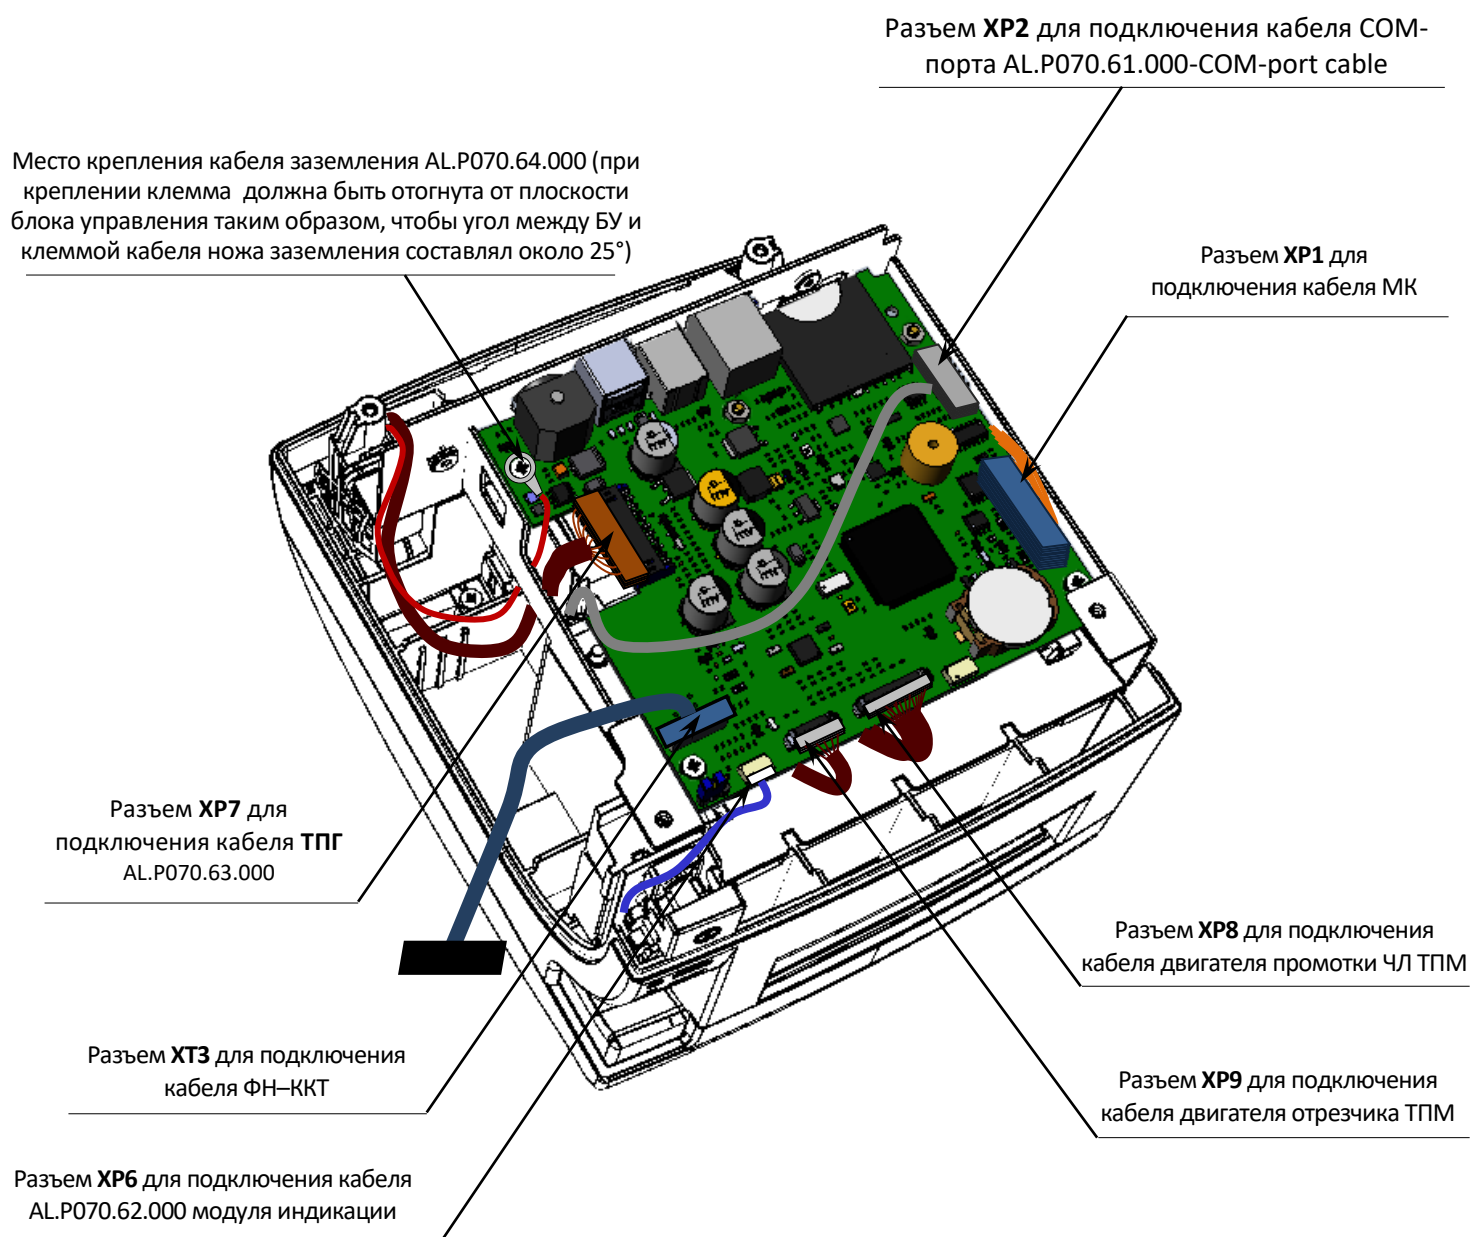

Рисунок 29. Подключение основных составляющих к блоку управления
8. Отключить все подключенные кабели (подробнее см. раздел «Компоновочная схема» рисунок 29).
16. К разъемам блока управления подключить кабели составляющих ККТ (см. рисунок 29).